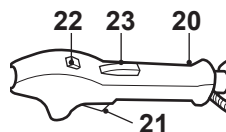

Fig. 14
- > Appuyez sur le bouton de verrouillage des gaz, maintenez-le enfoncé et appuyez sur la manette de gaz pour mettre en route l'accessoire de coupe (Fig. 14).